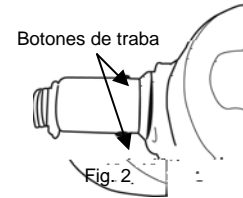

Fig. 2
2. Para quitar la manguera flexible, presione los 2 botones de traba y jale la manguera hacia fuera. (Fig. 2)